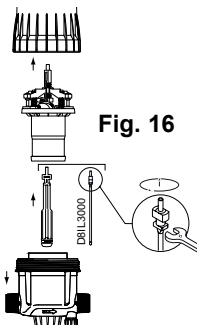

Fig. 16
- Sortir l'ensemble piston moteur (Fig. 16) en tirant vers le haut.